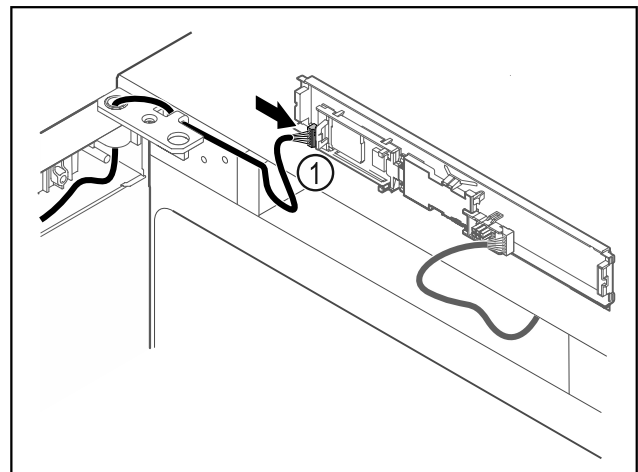

Fig. 64
- ▶ Подключите штекер Fig. 64 (1) к панели.